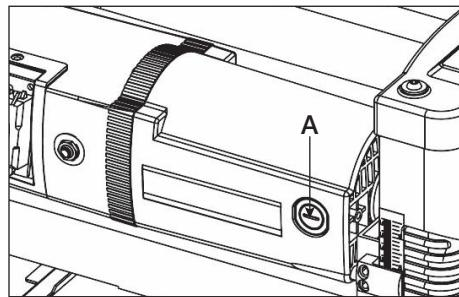

Рисунок 14.
- ослабьте крепление щеткодержателя A (рис. 14) и осторожно снимите щетку с двигателя;